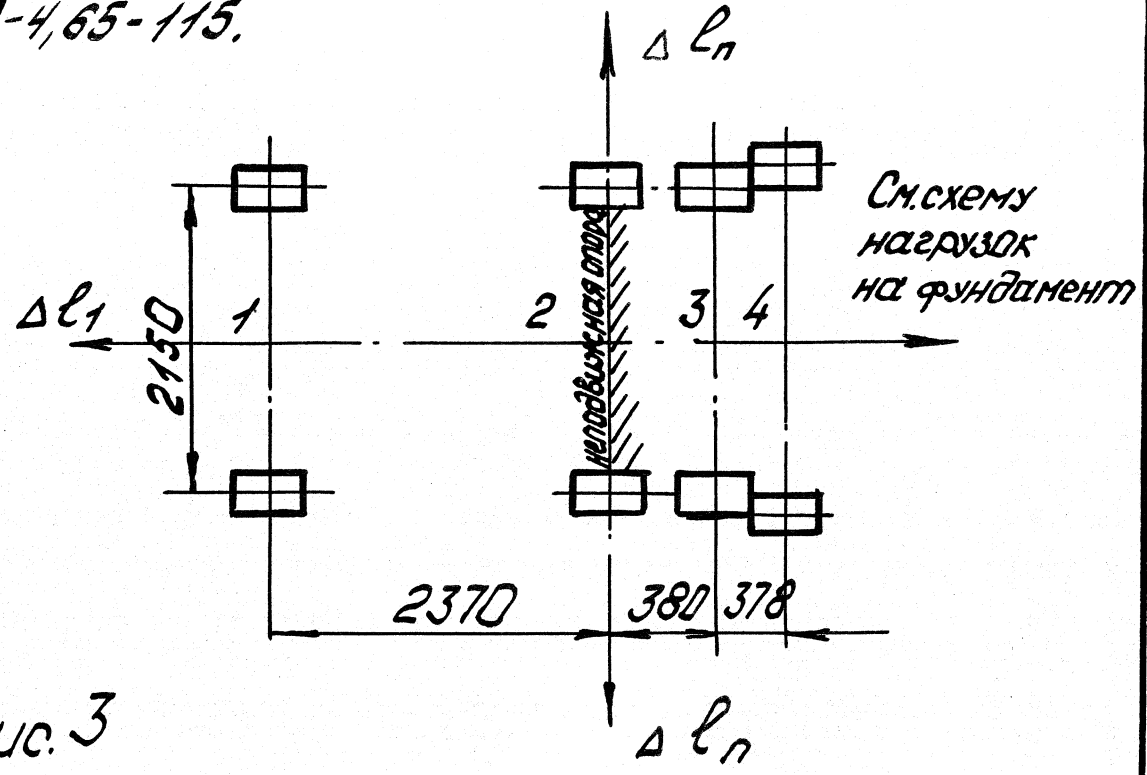

Рис. 3
5.5. Для наблюдения за расширением котла репера установите у опоры №1 (см. рис.3; 4). Величина тепловых расширений указана в табл.3.
5.2. С учетом тепловых расширений котла (см рис. 3 и 4) сбвиньте нижние плиты опор топочного блока в сторону фронта и к наружным сторонам котла, а у конвективного блока - к задней стенке и также к наружным сторонам.